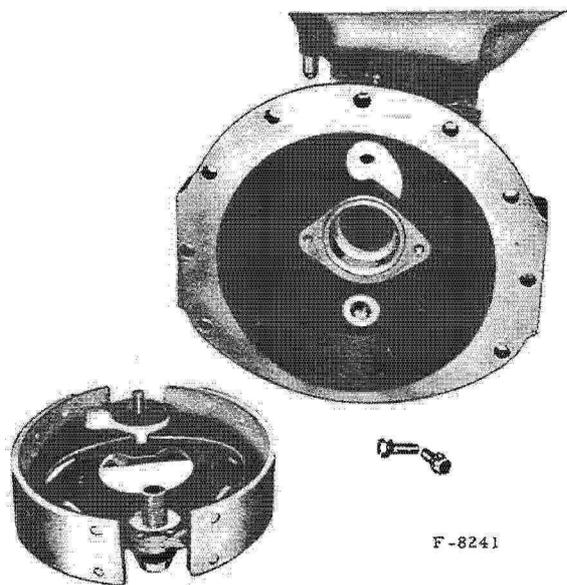

Fig. 48. - Frein assemblé.
- Mettez le frein en place, vissez les deux vis de fixation, montez le tambour et son circlip de retenue (fig. 48).